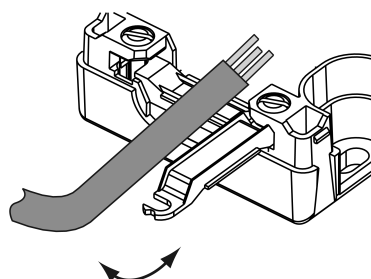

Figure 3: Décharge de traction
- Assurer la décharge de traction (Figure 3).
- Enclencher l'adaptateur (3).
- Mettre le variateur miniature en place dans la partie inférieure du boîtier (4) de telle sorte que l'appareil puisse être commandé via le couvercle du boîtier.